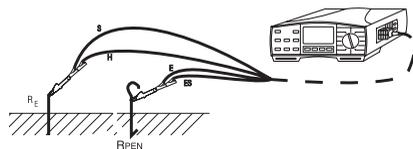

Bild 22: Anschluss der Messleitungen
- Die Messleitungen mit dem Prüfling gemäß Bild 22 verbinden. Falls gewünscht, kann mit der Taste 'HILFE' die Anschlussinformation direkt am Messgerät abgerufen werden, mehrfaches Drücken der Taste 'HILFE' zeigt die Anschlussmöglichkeiten an.